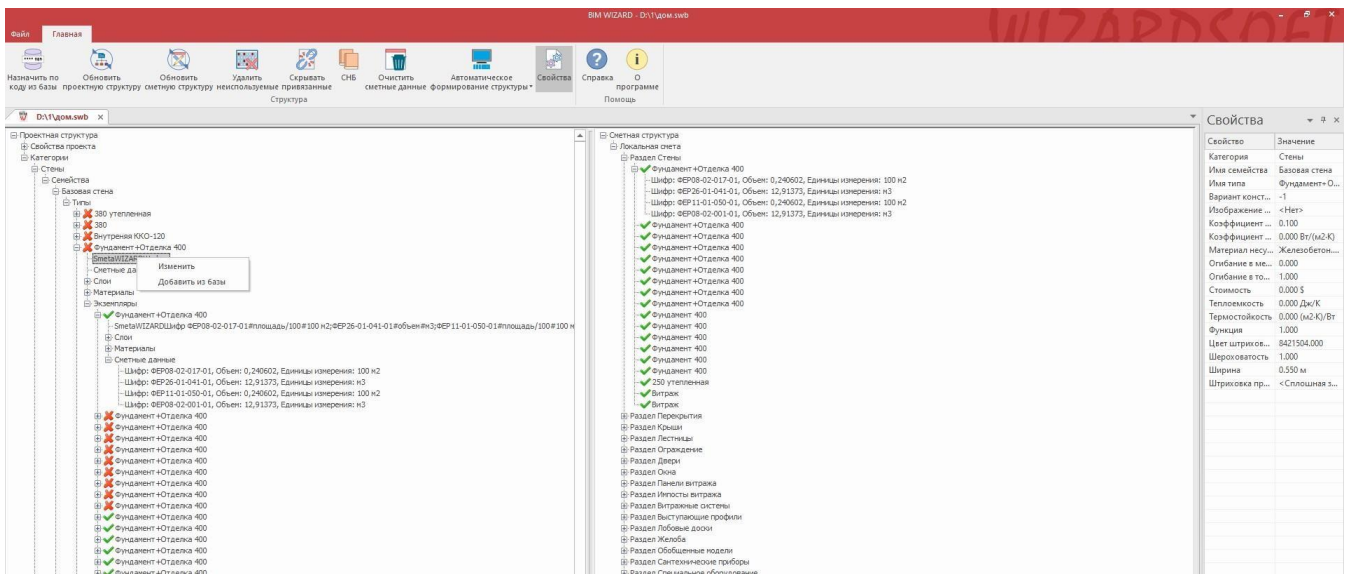

Рис. 5.2 Добавление свойства для типа
2. В левой части окна для элемента SmetaWIZARDШифр, относящегося к типу или экземпляру, выполнить команду контекстного меню **Добавить из базы** (или **Изменить**, при этом задание свойства производится вручную) (рис. 5.2). При назначении свойства типу, его значение дублируется для всех экземпляров.